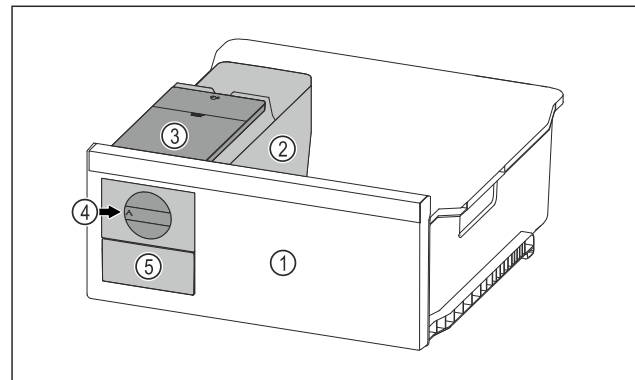

Fig. 155 Ілюстративне зображення
- ▶ Поворотну ручку Fig. 155 (4) повернути за годинниковою стрілкою до упору.
- ▶ Кубики льоду випадають із ванночки для кубиків льоду у висувний ящик для кубиків льоду Fig. 155 (5). Якщо не всі кубики льоду виймаються з ванночки для кубиків льоду: